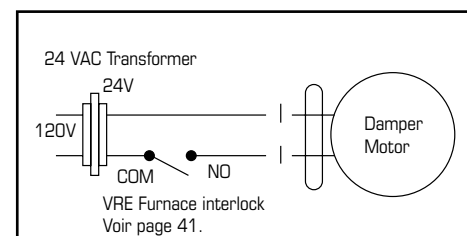

Figure 1
**Si le VRE est installé de telle sorte que le propriétaire peut désactiver le VRE au cours de l'hiver, nous vous recommandons d'installer un volet motorisé entre l'apport d'air du VRE et le retour d'air du conduit de la fournaise qui se ferme lorsque le VRE ne fonctionne pas. Voir le schéma de câblage (figure 1).**